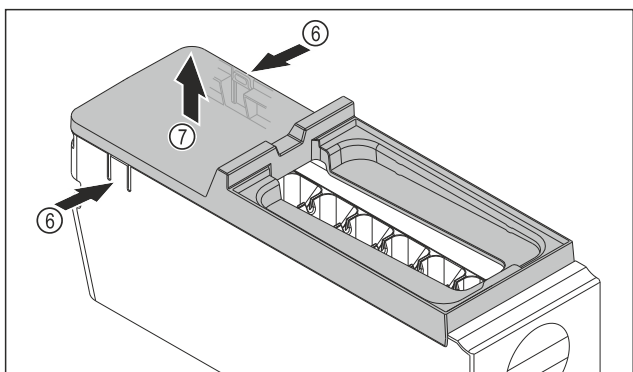

Fig. 79
- ▶ Izvadite poklopac tijela sustava EasyTwist-Ice: Pritisnite jezičke Fig. 79 (6) na obje strane tijela sustava EasyTwist-Ice jednom rukom.
- ▶ Poklopac Fig. 79 (7) drugom rukom izvučite prema gore.